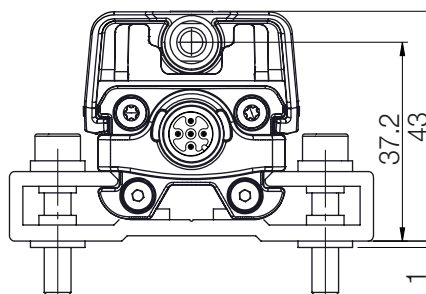
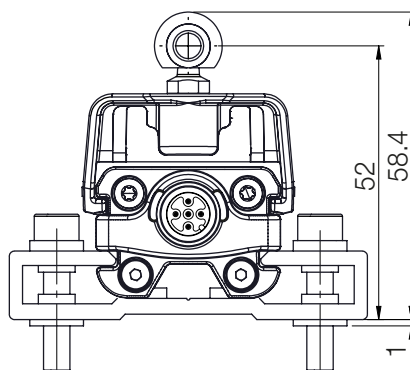
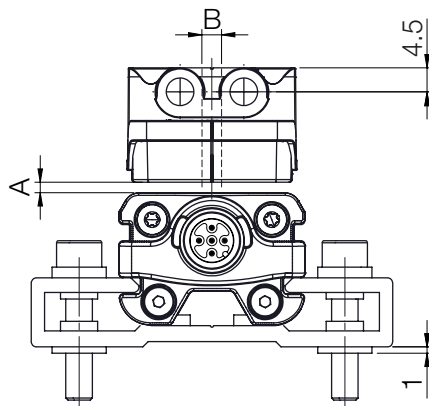
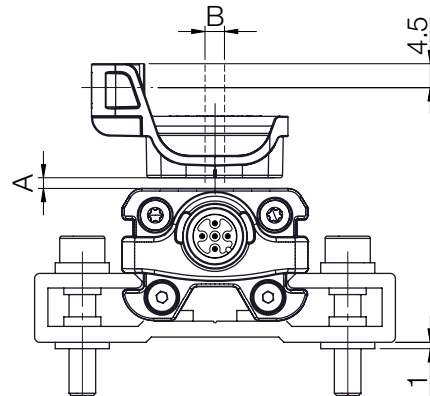

Bild 5-1: Maße und Abstände mit BAM TG-IR-037-A
Bild 5-2: Maße und Abstände mit BAM TG-IR-037-B
Bild 5-3: Maße und Abstände mit BAM TG-IR-036-A
Bild 5-4: Maße und Abstände mit BAM TG-IR-036-B
Das schnelle induktive Positionsmesssystem BIR eignet sich sowohl für freie, d. h. berührungslos arbeitende Positionsgeber (siehe Bild 5-3 und Bild 5-4) als auch für geführte Positionsgeber (siehe Bild 5-1 und Bild 5-2).
- Für den Abstand A zwischen Positionsgeber und BIR, und für den Mittenversatz B (siehe Bild 5-3 und Bild 5-4) sind folgende Werte einzuhalten: